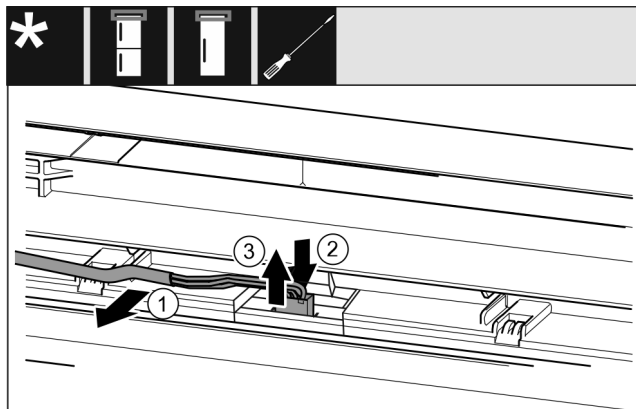

Fig. 20
- ▶ Óvatosan vegye ki az ajtóban lévő szürke kábelt a vezető-sínből. Fig. 20 (1)
- ▶ Nyomja hátra a dugó alatti fedőlemezt. Fig. 20 (2)
- ▶ Óvatosan húzza ki felfelé a dugót. Fig. 20 (3)